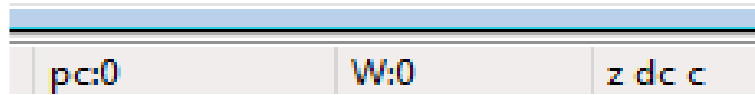

Figure 0.8.
Pour cela, **en bas de l'écran** de **MPLAB**, sont affichés (cf. figure 0.8.), **après l'exécution** de chaque instruction :
- les **flags** : en **minuscules** (**z**, **dc** et **c**) s'ils sont à **0** (comme sur la figure 0.8.), en **MAJUSCULES** (**Z**, **DC** et **C**) s'ils sont à **1**.
- soit comme indiqué sur la figure 0.8.